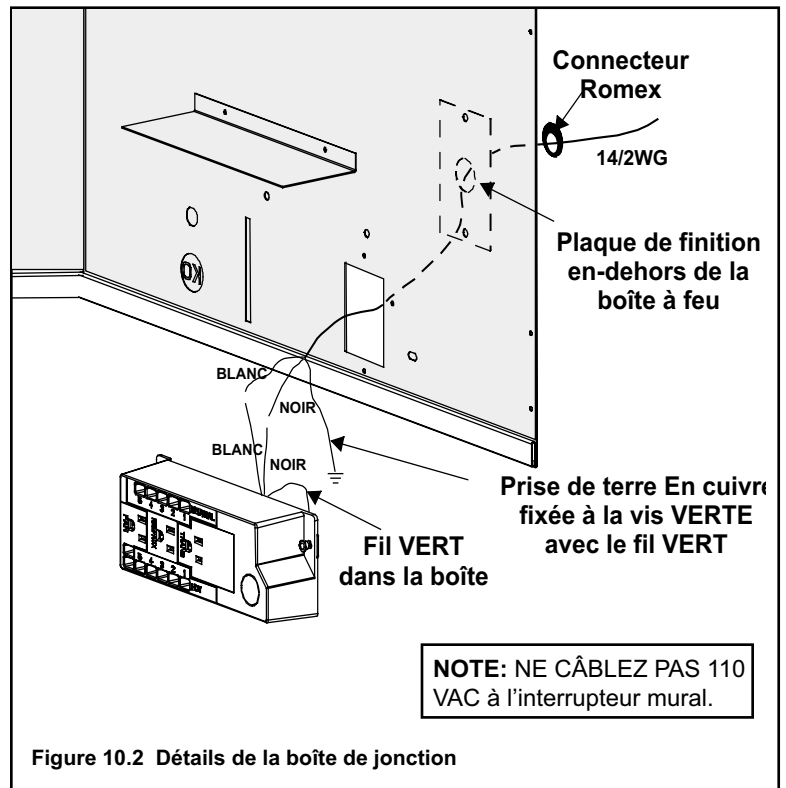

Figure 10.2 Détails de la boîte de jonction
- Enlevez la vis qui fixe la boîte de jonction à l'enveloppe extérieure, pivotez la boîte de jonction vers l'intérieur pour la dégager de l'enveloppe extérieure (voir Figure 10.2).